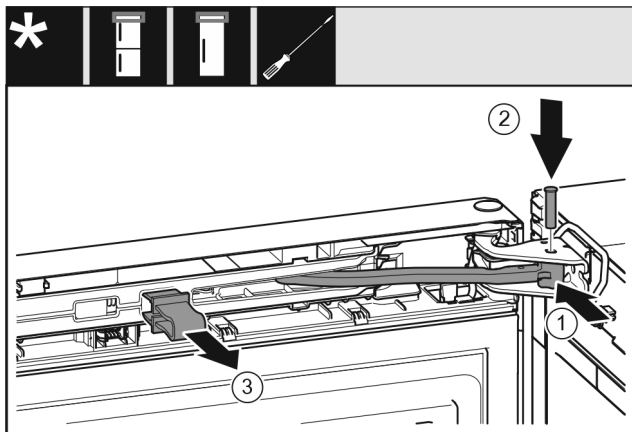

Fig. 25
- Ruotare il giunto Fig. 25 (1) nel blocco di supporto.
- Inserire il perno Fig. 25 (2) nel blocco di supporto e nel giunto. Assicurarsi che la camma di arresto sia posizionata correttamente nella scanalatura.
- Rimuovere il fusibile Fig. 25 (3).